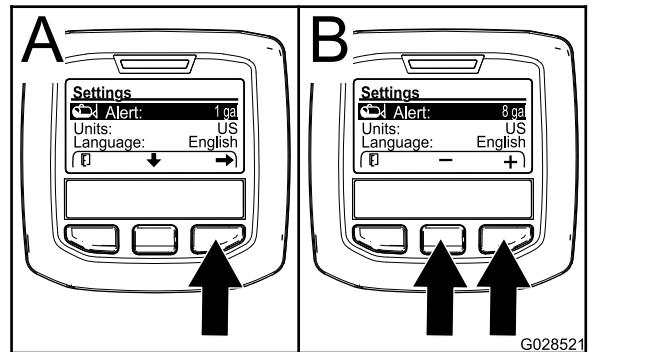

Figure 60
2. Appuyez sur le bouton de sélection central pour mettre en surbrillance le réglage Alert (Figure 60).
3. Appuyez sur le bouton de sélection droit (Figure 60).
4. Utilisez le bouton central ou droit pour entrer la quantité minimum dans la cuve à laquelle l'alerte s'affichera pendant le fonctionnement du pulvérisateur (Figure 60).